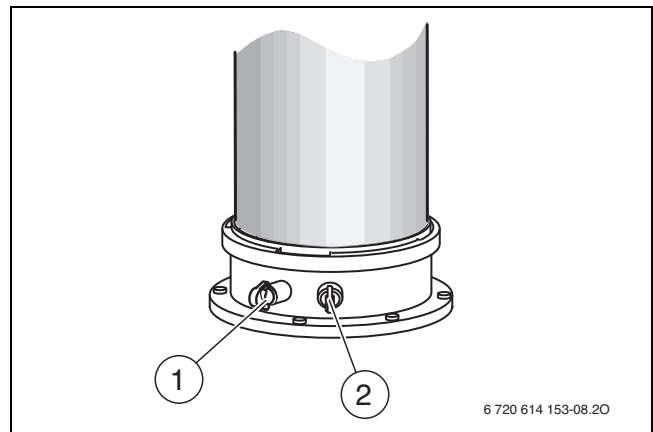

Bild 47 Abgasmessstutzen und Verbrennungsluft-Messstutzen
- ▶ Stopfen am Verbrennungsluft-Messstutzen (→ Bild 47, [2]) entfernen.